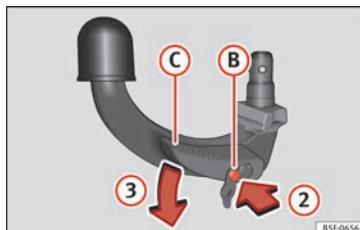

Fig. 215 Paso 2
- Presione el perno de desbloqueo ⑨ el sentido de la flecha ② y al mismo tiempo presione la palanca ⑦ el sentido de la flecha ③ hasta el tope » fig. 215.